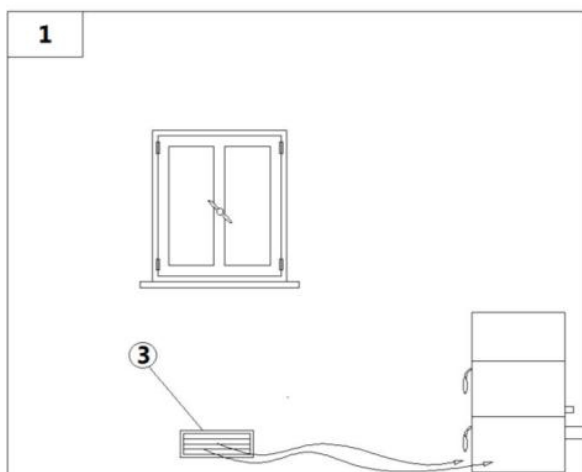
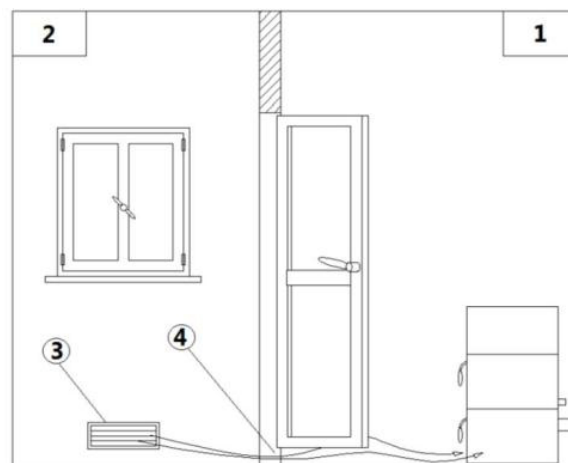

Fig. 7 - Directement depuis l'extérieur
Fig. 8 - Indirectement depuis la pièce adjacente
LÉGENDE Fig. 7 à page 43 | Fig. 8 à page 43
- L'afflux d'air entre l'extérieur et la pièce peut se produire directement, à travers une ouverture dans les murs extérieurs de la pièce (solution conseillée voir **Fig. 7 à page 43** ou indirectement, par aspiration de l'air par des pièces proches de celle à ventiler (voir **Fig. 8 à page 43**).